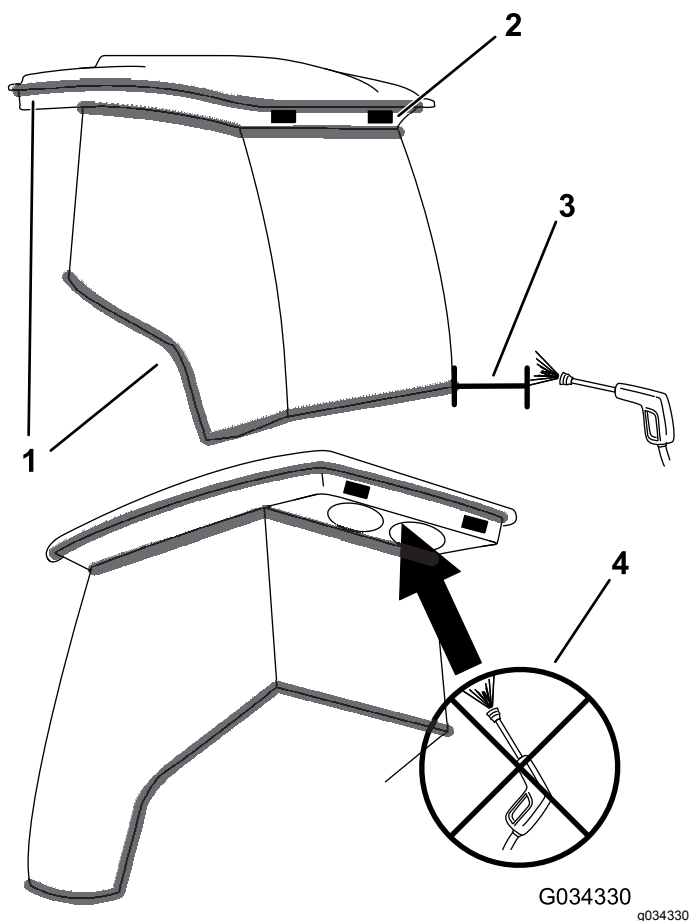

Рисунок 132
**Внимание:** Соблюдайте меры предосторожности при очистке зон вокруг уплотнений и осветительных приборов на кабине (**Рисунок 132**). При использовании воды под давлением, держите распылитель на расстоянии не менее 0,6 м от машины. Не направляйте воду под давлением непосредственно на уплотнения и осветительные приборы кабины или под задний свес.